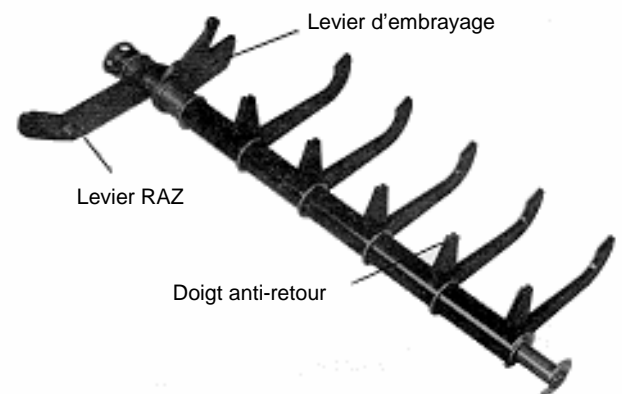

Figure 12. Ensemble doigt anti-retour
Voir figure 12. Les doigts anti-retour individuels, le levier de remise à zéro et le levier d'embrayage peuvent être remplacés.
b. Installer les pièces, les circlips et les rondelles comme indiqué en figure 12. Assurez-vous de monter les pièces afin qu'elles soient dans la bonne direction. Vérifier le jeu (figure 26).